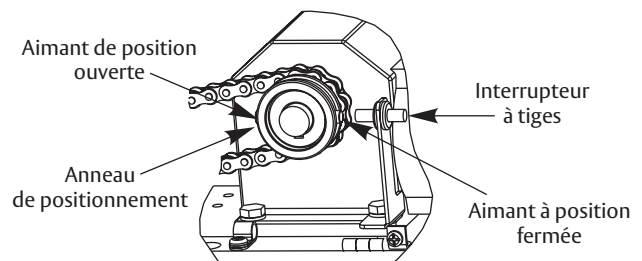

Figure 18
5. Ajuster l'aimant de position de fermeture (Figure 18)
6. Ajuster l'aimant de position ouverte (Figure 18)